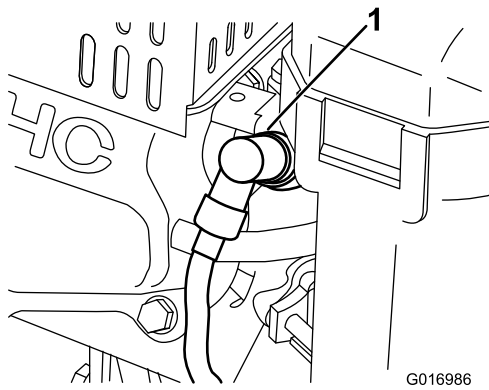

Figura 27
- Retire el cable moldeado de la bujía (Figura 27).